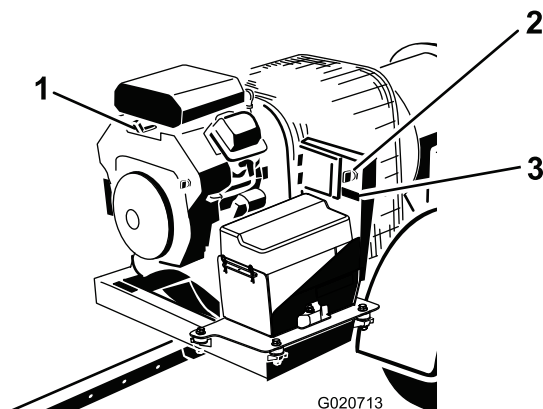

Figura 8
L'interruttore di accensione (Figura 8), utilizzato per avviare e arrestare il motore, presenta tre posizioni: OFF, RUN e START (spento, marcia e avvio). Girare la chiave in senso orario, in posizione di avvio (START), per azionare il motorino di avviamento. Rilasciare la chiave una volta avviato il motore. La chiave ritorna automaticamente in posizione di marcia (ON). Per
Per avviare un motore a freddo, spostare la leva di comando dello starter (Figura 8) in posizione ON.
Il contaore (Figura 8) indica le ore totali di funzionamento della macchina.